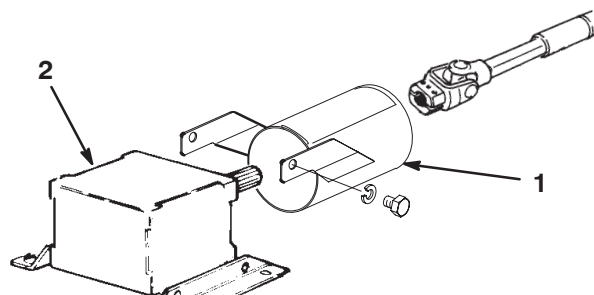

Figure 7
3. Enlevez les 2 vis et rondelles-frein de fixation des supports de montage de la protection de la PDF au boîtier d'engrenages (Fig. 7). Mettez les fixations de côté pour la pose ultérieure.
4. Glissez la protection de l'arbre de PDF sur l'arbre de PDF, en la positionnant comme illustré à la Figure 7.